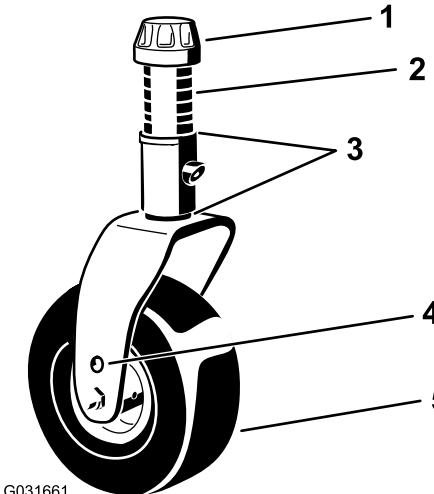
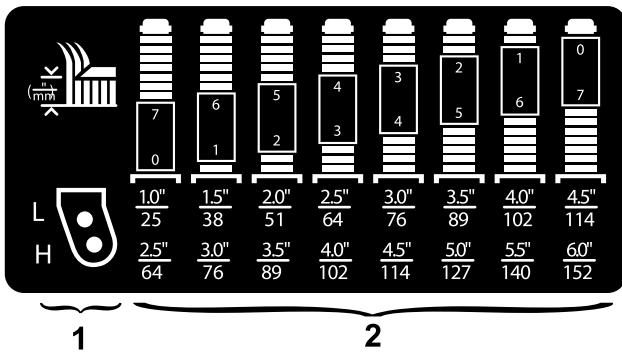

Bild 8
Bild 9
Stecken Sie die Laufradachsen in beiden Laufradgabeln in die gleichen Löcher. Ermitteln Sie die richtigen Löcher für die Einstellung mit Bild 8 und Bild 9.
1. Entfernen Sie die Spannkappe von der Spindelwelle (Bild 8) und ziehen die Spindel aus dem Laufradarm heraus. Ziehen Sie 2 Beilagscheiben so auf die Spindelwelle, wie sie ursprünglich montiert waren. Diese Beilagscheiben sind erforderlich, um alle Mähwerke über die Breite auf ein Niveau zu bringen.
2. Schieben Sie die entsprechende Anzahl der Distanzstücke auf die Spindelwelle, um die gewünschte Schnitthöhe zu erhalten (Bild 8).
Ermitteln Sie die Kombination der Distanzstücke für Ihre gewünschte Schnitthöheneinstellung anhand Bild 9.